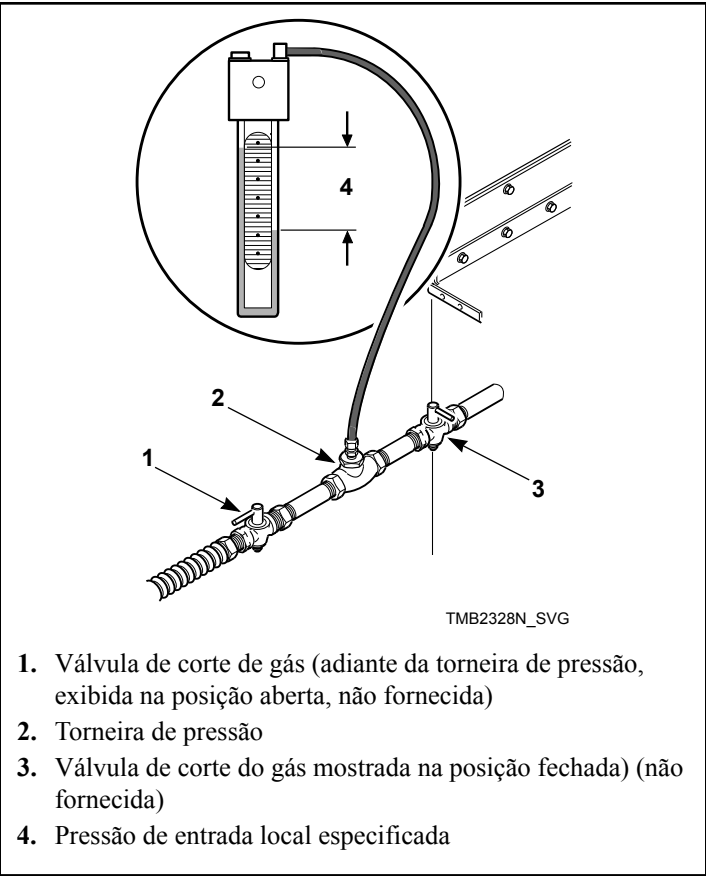

Figura 15
1. Desligue a alimentação da secadora. Desligue a válvula de corte do gás da secadora. Consulte a *Figura 15* .